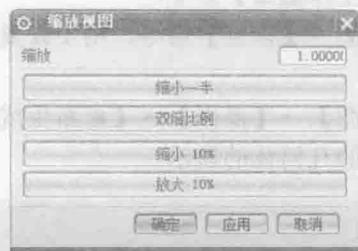

图 1-8 “缩放视图”对话框
2. 缩放。选择【菜单】→【视图】→【操作】→【缩放】命令，弹出如图 1-8 所示的“缩放视图”对话框。系统会按照用户指定的数值，缩放整个模型，不改变模型原来的显示方位。